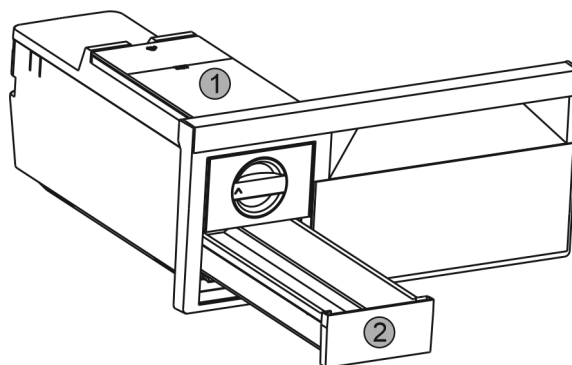

Fig. 50
- Ta ut vanntanken Fig. 50 (1) og isbitskuffen Fig. 50 (2).